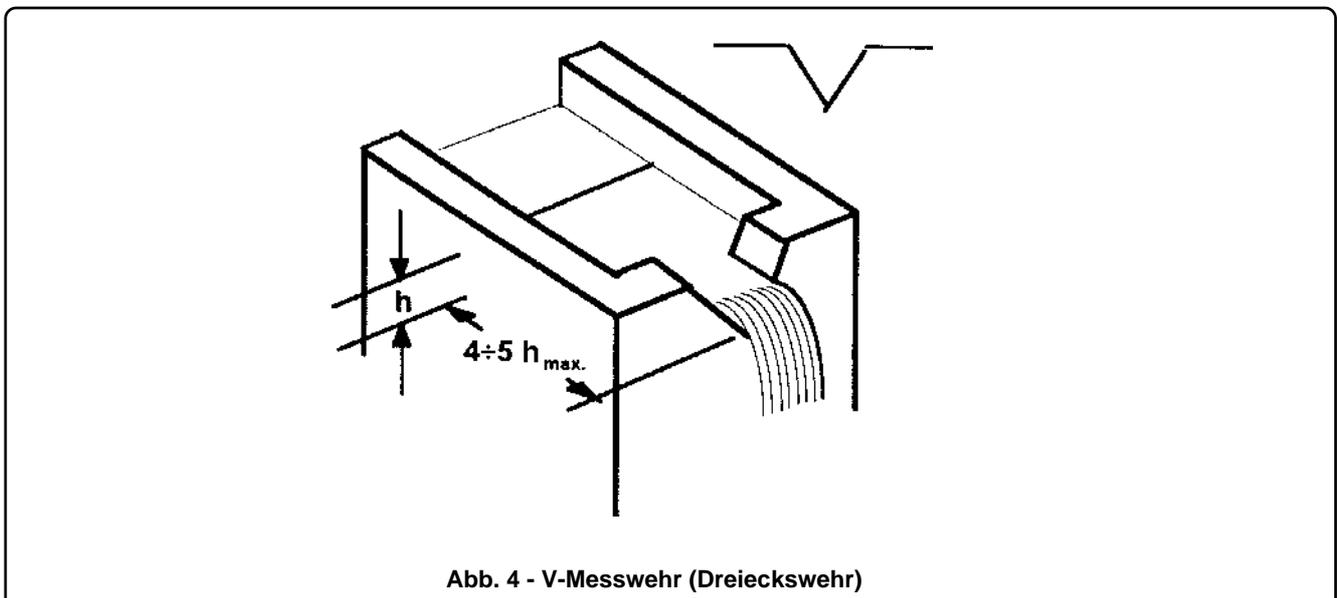

Abb. 4 - V-Messwehr (Dreieckswehr)
Diese Funktion eignet sich besonders für Durchflussmessungen in offenen Gerinnen mit V-Messwehr gemäß ISO 1438 (Dreieckswehr) (siehe Abb. 4), bei denen der Durchfluss und die sich ergebende Höhe  $h$  (der durch den Messumformer gemessene Differenzdruck) zueinander im Verhältnis  $h^{5/2}$  beziehungsweise der Quadratwurzel von  $h^5$  stehen.
In geschlossenen Tanks, wie in Abbildung 4 gezeigt, wird die Wirkung des Drucks im Tank dadurch aufgehoben, dass die Hochdruckseite (HI) und die Niederdruckseite (LO) des Messwerks an den Tank angeschlossen werden. Der Anschluss des Messumformers am Tankstutzen bildet die Hochdruckseite (HI) des Prozessanschlusses. Die Niederdruckseite wird über eine Leitung in der Nähe der Oberkante des Tanks angeschlossen. Dabei ist unbedingt zu beachten, dass diese Leitung entweder vollständig frei von Flüssigkeit ist (trockene Leitung) oder bis zu einem konstanten Pegel vollständig mit Flüssigkeit gefüllt ist (nasse Leitung).